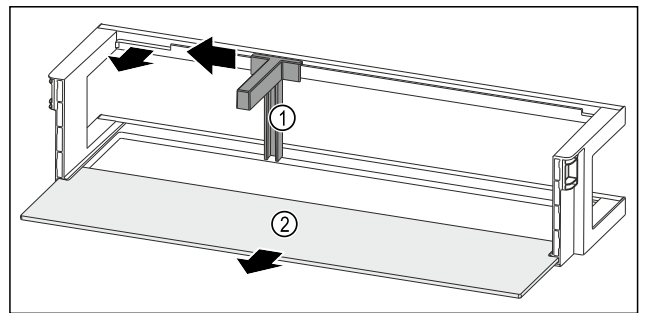

Fig. 120 Рафт на врата с преграда за бутилки и рафт
- ▶ Плъзнете преградата за бутилки Fig. 120 (1) настрани до прореза.
- ▶ Свалете преградата за бутилки Fig. 120 (1).
- ▶ Свалете рафта Fig. 120 (2).